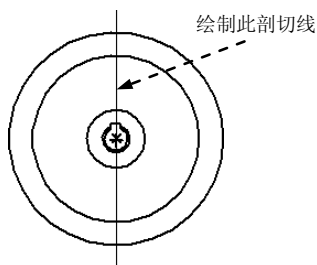

图 4.7.10 绘制剖切线
(1) 创建切割平面。选择 **主页** 选项卡 **图纸视图** 区域中的 **切割平面** 命令，系统弹出“切割平面”命令条。
(2) 单击图形区的图纸视图，此时系统进入“切割平面线”绘制环境，采用默认的直线工具绘制图 4.7.10 所示的直线作为剖切线。然后单击“关闭切割平面”按钮  返回到工程图环境。